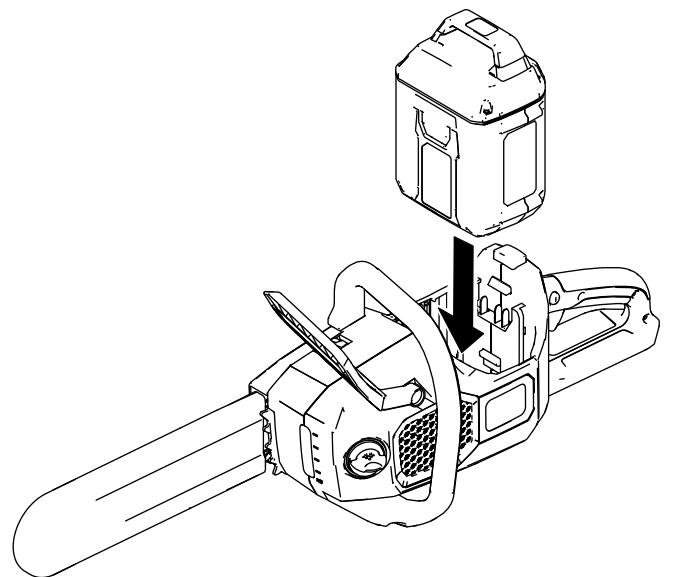

Figure 9
3. Alignez la languette de la batterie sur le logement dans la tronçonneuse (Figure 9).